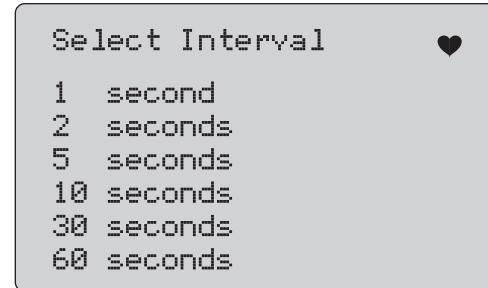

Рисунок 49. Экран Logging Interval (Интервал регистрации)
- 4. Выбор интервала регистрации. См. Рисунок 49.